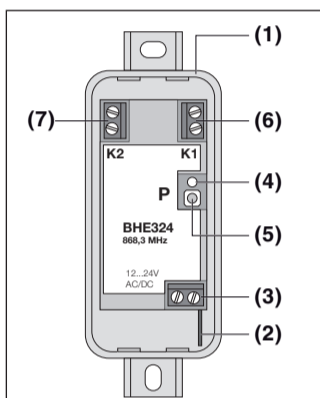

Fig. 1
2.1 Ricevitore BHE 324 (Fig. 1)